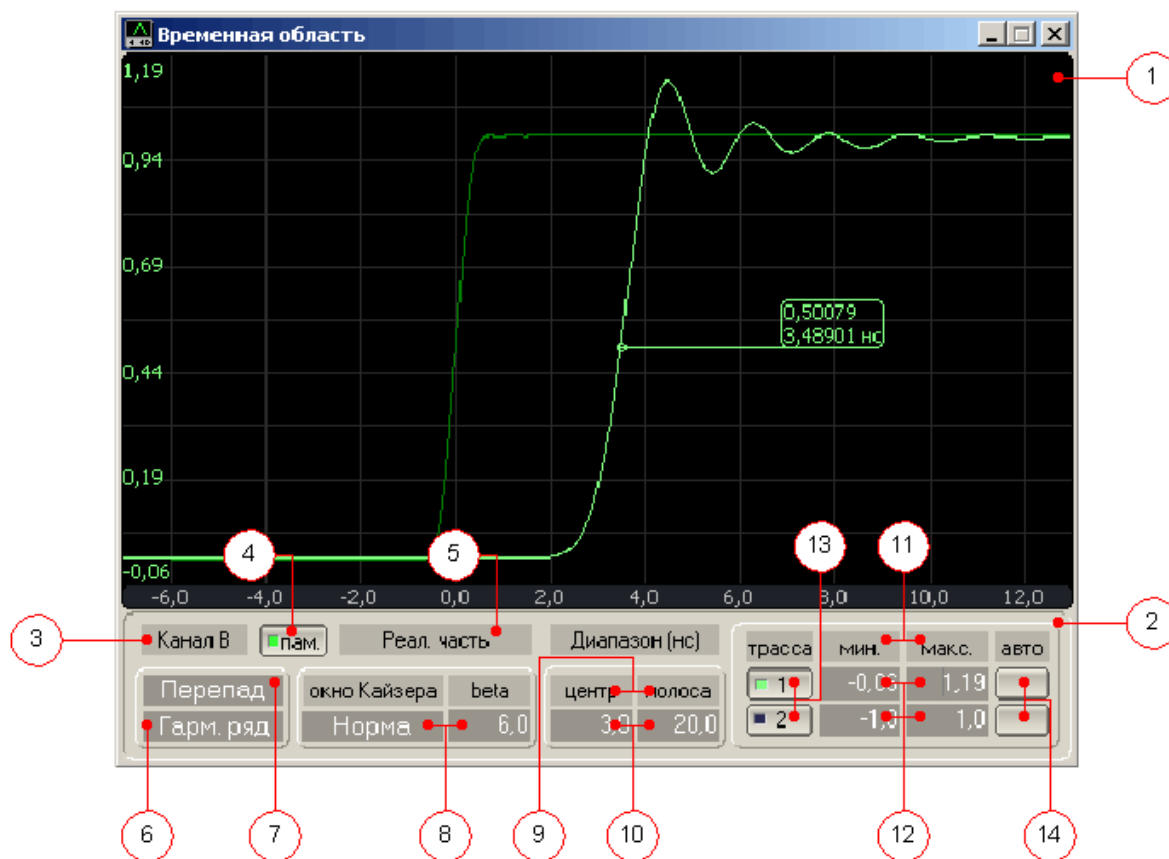

Рисунок 31.1.
31.13 Включение функции преобразования во временную область производится из пункта меню «*Временная область*». При этом, поверх главной формы приложения появляется новое окно (Рис.31.1). Функция преобразования во временную область осуществляется до тех пор, пока соответствующее окно не будет закрыто.